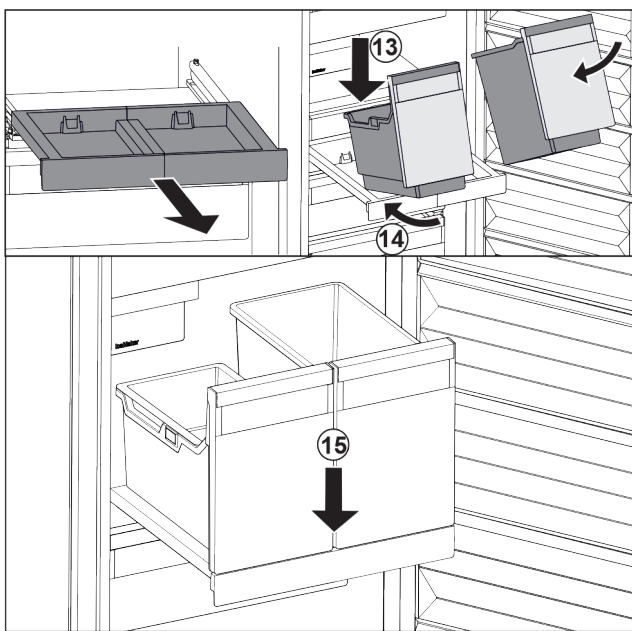

Fig. 106
- ▶ Поставете съда под ъгъл върху изтеглящата се дъска. Fig. 106 (13)
- ▶ Вкарайте съда под ъгъл назад. Fig. 106 (14)
- ▶ Спуснете съда отпред. Fig. 106 (15)